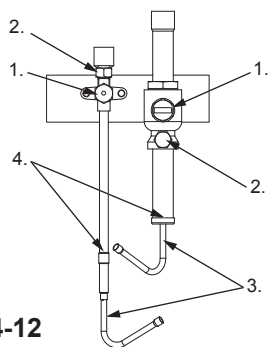

Fig. 4-12
4.5. Суық агент құбырларын (негізгі құбыр) орнату (Fig. 4-12)